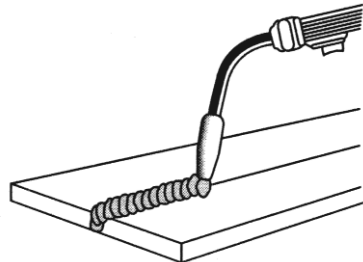

Figura 15. Posición plana
1. POSICIÓN PLANA (Figura 15) es la más fácil y la que se usa más comúnmente. Es mejor soldar en esta posición, siempre que sea posible, ya que es más fácil obtener buenos resultados con facilidad.